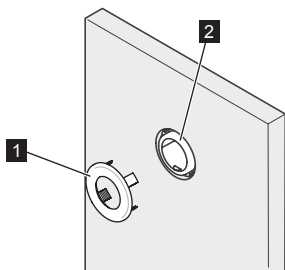

図11: カバーキャップの装着
- ホルダーセット(図11/2)にカバーキャップ(図11/1)を装着します。